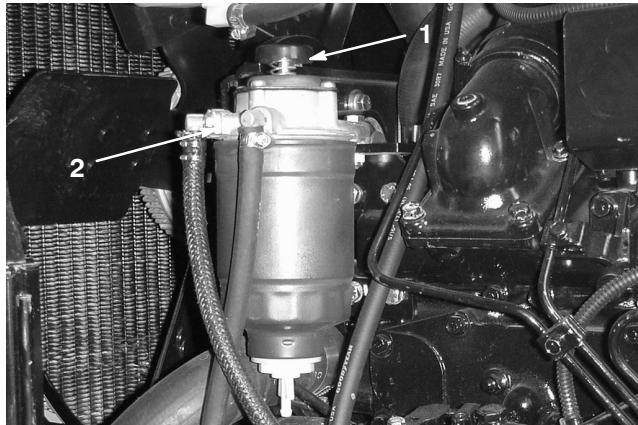

Figure 26
- Tournez la pompe d'amorçage (Fig. 26) dans le sens anti-horaire jusqu'au relâchement du ressort dans l'ensemble pompe. Actionnez la pompe jusqu'à ce que le carburant s'écoule régulièrement autour du bouchon-filtre, puis serrez le bouchon.
3. Desserrez le bouchon d'aération sur le filtre à carburant/séparateur d'eau d'environ 1 tour et demi (Fig. 26). Actionnez la pompe d'amorçage jusqu'à ce que le carburant s'écoule régulièrement par le trou d'aération (Fig. 26), puis serrez le bouchon d'aération.